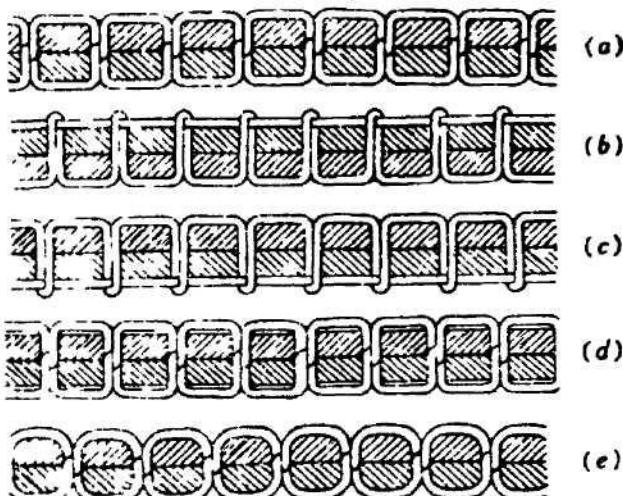
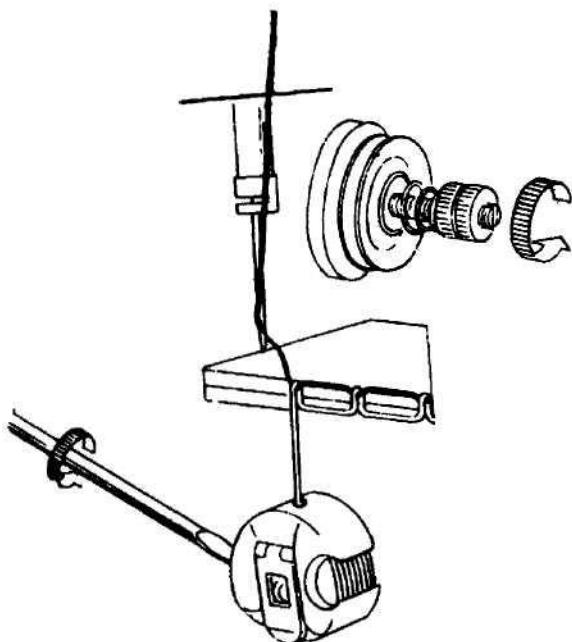
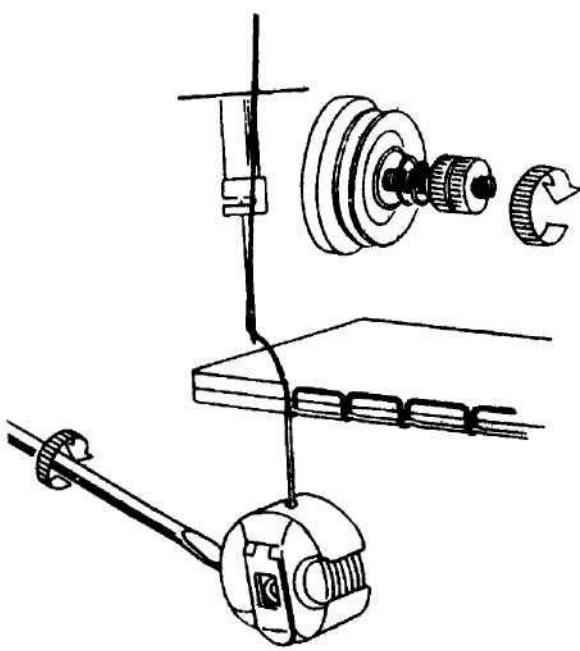

Рис. 25
Рис. 26
Рис. 27
На рис. 25 показаны различные формы стежков, которые могут получиться при работе на машине.
Стежок нормальной формы показан на рис. 25 (а). Если в результате шиться получаются неправильные строчки, стягивающие материал, пропускающие стежки и обрывающие нить, необходимо отрегулировать натяжение игольной и шпульной нити.
(1) Если натяжение игольной нити слишком сильное или натяжение шпульной нити слишком слабое, как показано на рис. 25 (б), поверните регулятор натяжения против часовой стрелки, чтобы уменьшить натяжение игольной нити, или затяните регулировочный винт шпульного колпачка, чтобы увеличить натяжение шпульной нити (см. рис. 26).
(2) Если натяжение игольной нити слишком слабое или натяжение шпульной нити слишком сильное, как показано на рис. 25 (с), поверните регулятор натяжения по часовой стрелке, чтобы увеличить натяжение игольной нити, или поверните регулировочный винт шпульного колпачка против часовой стрелки, чтобы уменьшить натяжение шпульной нити (см. рис. 27).
(3) Если в результате получаются стежки, показанные на рис. 25 (д), (е), регулировка может быть выполнена, как описано выше.